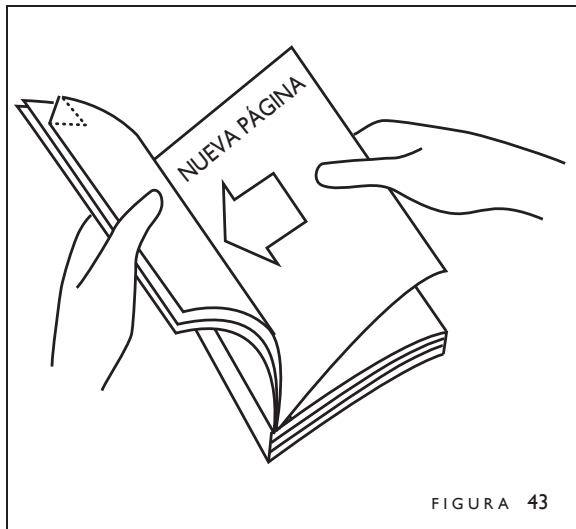

FIGURA 43
3. Detrás de esta página, inserte la página nueva que desee añadir (figura 43). Deslícela en posición tan adentro como sea posible. Asegúrese de que quede bien alineada y cierre el documento.